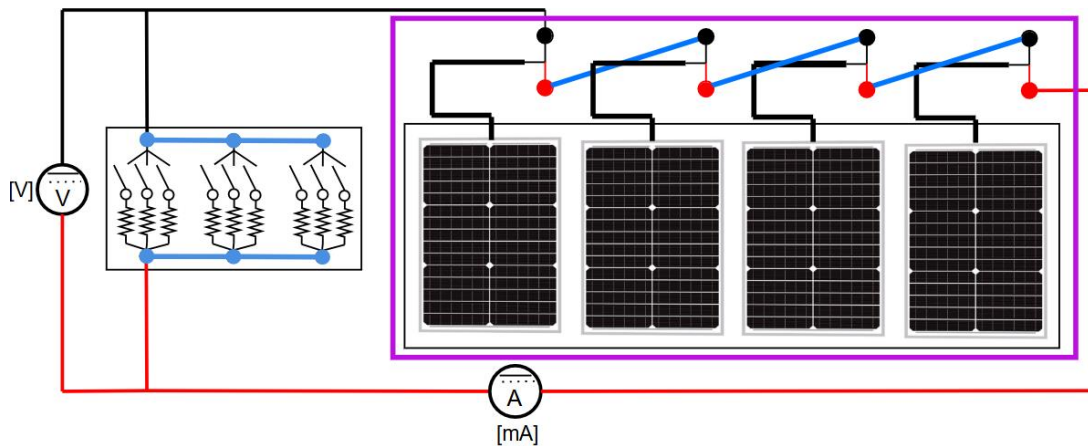

Fig. 31. Diagrama para la conexión de cuatro paneles solares en serie bajo carga.
1. Utilice 4 paneles solares y realice una conexión en serie, considere como referencia lo que está dentro del rectángulo morado de la **Fig. 31**, observe que la parte positiva (conductor rojo) de un panel solar se conecta con la parte negativa (conductor negro) del otro panel solar (línea azul).
2. Conecte un multímetro con los cables rojo y negro en circuito abierto en su función de voltaje de cd, como el voltímetro de la **Fig. 31**, omita el módulo de resistencias y el medidor de corriente.
- Apague las lámparas halógenas y conecte el módulo de carga resistiva EMS 8311 y los dos multímetros como se mostró en la **Fig. 31**.